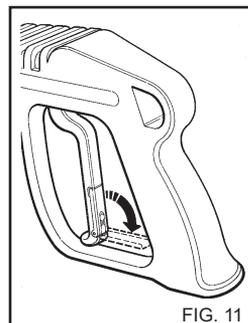

FIG. 11
- Lukitse laitteen varressa oleva turvalaite silloin, kun laitetta ei käytetä. (fig. 11).